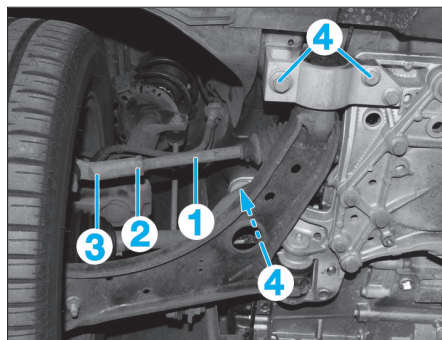

Fig. 1
- Le parallélisme se règle par l'allongement ou le raccourcissement de la longueur des biellettes de direction (1), en les tournant par leur empreinte hexagonale, après avoir desserré le contre-écrou (2) des rotules de direction (3) (Fig.1).
- Dévisser des deux côtés les vis (4) de fixation de la console du berceau sur la carrosserie (Fig.1) puis déplacer le berceau à droite ou à gauche.